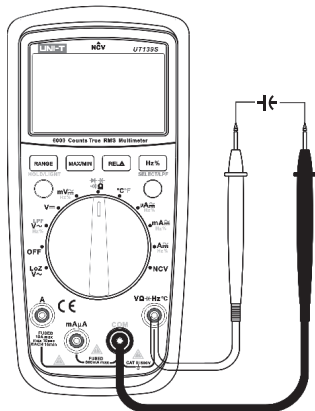

Рисунок 6
- 1) Установите поворотный переключатель в положение  Ω  (Рисунок 6).